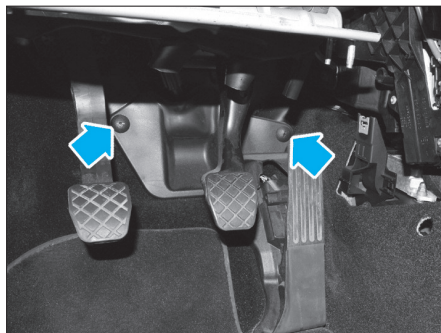

Fig. 10
- les vis de fixation et déposer le revêtement de plancher (Fig.10),